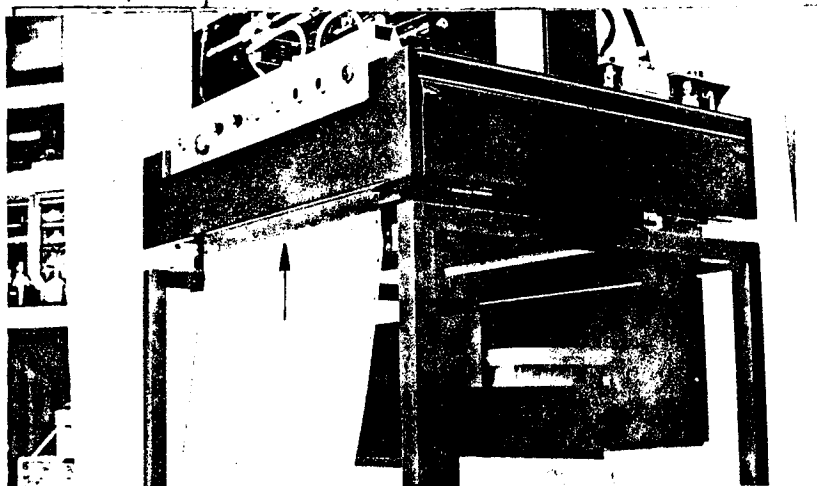

図 6
- 1) 本体後下（図6）より記録紙を押し上げますと、記録紙の端は本体上部に出てきます。